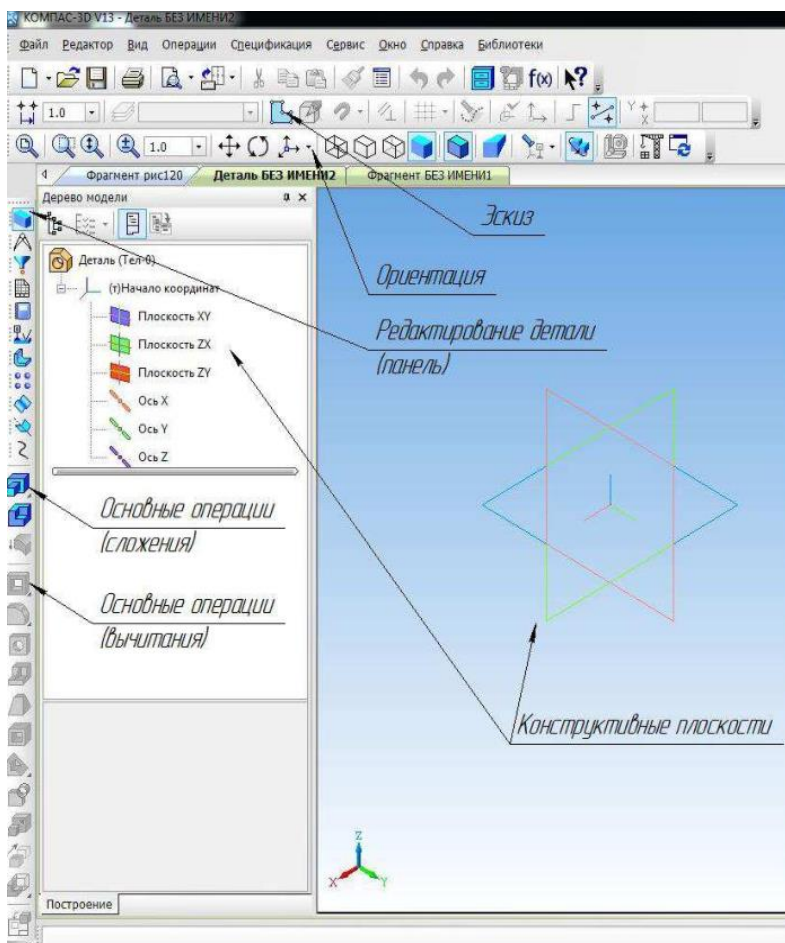

Рис. 131 – Интерфейс документа Деталь
10.2 Откройте новый документ **Файл** → **Создать** → **Деталь**. Перед вами откроется бесконечное пространство с точкой отчета и взаимно пересекающиеся ортогональные конструктивные плоскости (рисунок 131).